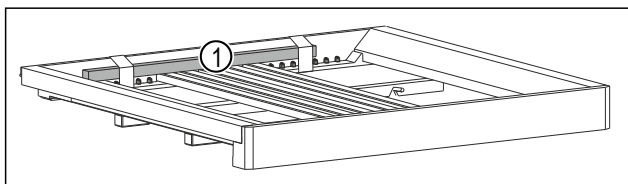

Fig. 3 *
- Odstraňte dřevěnou tyč Fig. 3 (1)*.